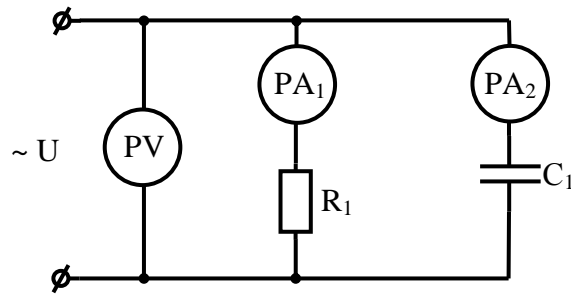

Рисунок 13.2 – Разветвленная цепь RC
8. Рисунок 13.2 – Параллельная цепь RC.